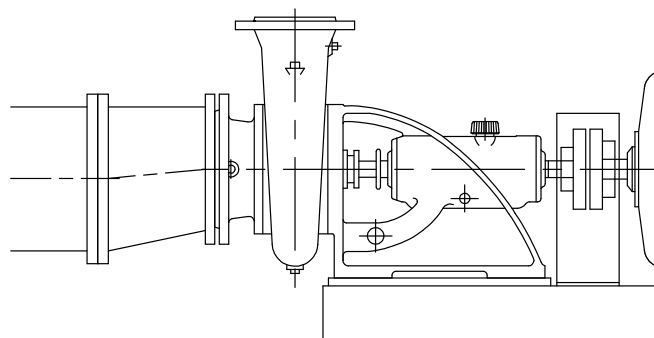

図 2.3-1 偏心テーパ管による吸込配管例
- (1) 吸込側および吐出側の配管を行う場合は、ポンプに配管からの力がかからないようにしてください。ポンプに配管からの力が加わると、ポンプの異常振動や破損の原因となります。
- (2) 配管を設計する場合、吸込配管の諸損失を最小にするように注意し、急激な断面変化や急激な曲りを避け、流速は3m/s以下になるよう管径を決定してください。
- (3) 吸込配管は空気溜りができないように、吸上配管の場合はポンプに向かって上り勾配としてください。
- (4) 吸込配管とポンプ吸込口の口径が異なる時は図2.3-1のように偏心テーパ管を接続し、空気溜りができないようにしてください。